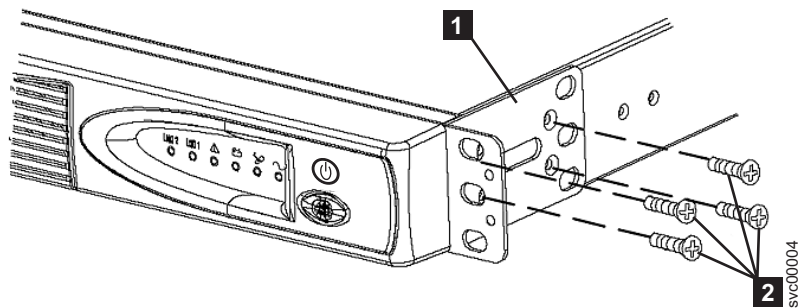

図 326. 2145 UPS-1U 用サポート・レールのラックへの取り付け
3. 取り付けブラケットごとに 4 つの M3 × 6 ねじ **2** を使用して、取り付けブラケット **1** の長い側を 2145 UPS-1Uの各側面に取り付けます (図 326 を参照)。